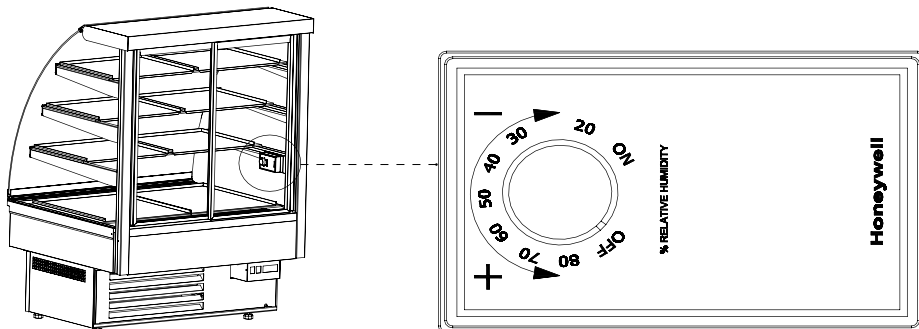

Рис.7 Гигростат
- В витринах, оснащенных гигростатом (не касается терм. Carel) можно установить требуемую влажность внутри оборудования при помощи поворотной ручки Рис.7 (стр.39). В диапазоне температур от +10°C/+15°C существует возможность контролирования влажности воздуха в диапазоне от 30 до 80%.
Гигростат предназначен для контролирования влажности, когда температура внутри витрины будет находиться в диапазоне от 10°C до 15°C. При помощи вращения и установки на соответствующее положение поворотной ручки устанавливается требуемая влажность воздуха в витрине в диапазоне от 30 до 80% Рис.7 (стр.39). Вращение поворотной ручки по направлению движения часовой стрелки вызывает понижение установленной влажности, а в обратном направлении вызывает ее повышение. Вращение поворотной ручки влево до конченого положения вызывает выключение работы гигростата, несмотря на включенное питание.